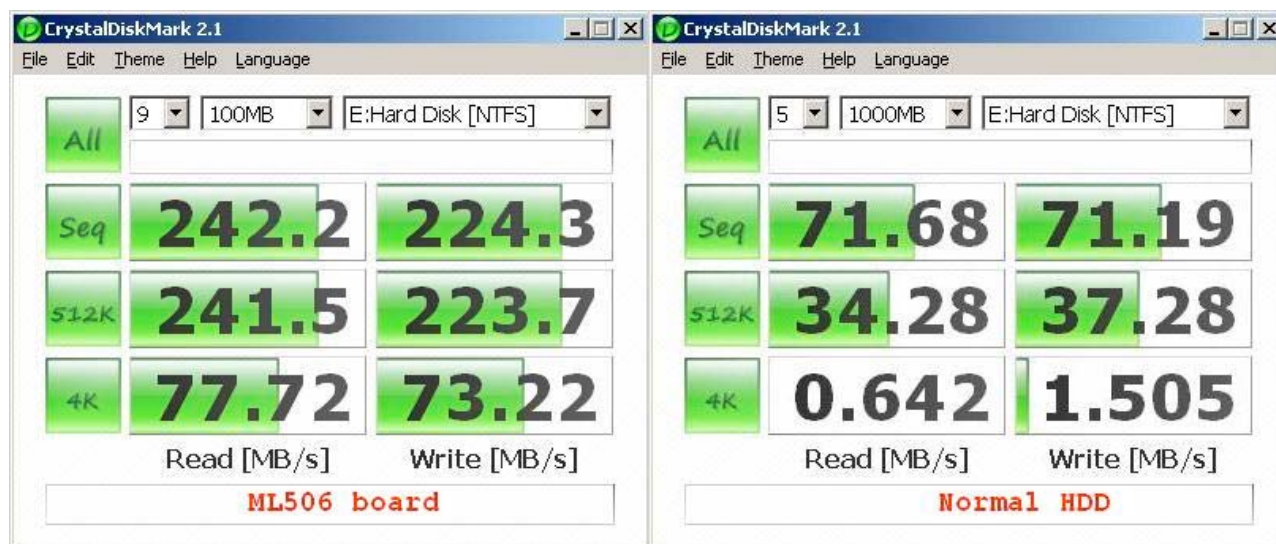

図 13: ベンチマーク・テストによるディスクのパフォーマンス比較
- この時点でファイル・システムからのリード・ライトが可能となります。図 13 に SATA-IP を実装した ML506 ボードと市販の SATA ハードディスクのパフォーマンスを比較したベンチマーク・テストの結果を示します。